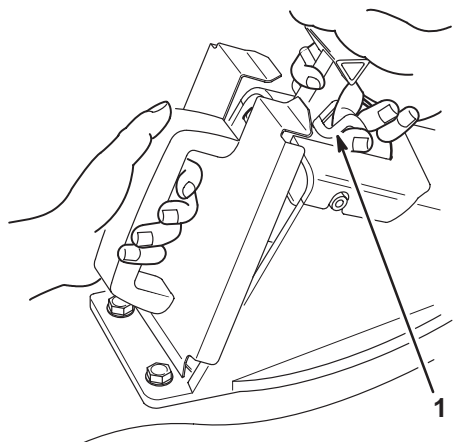
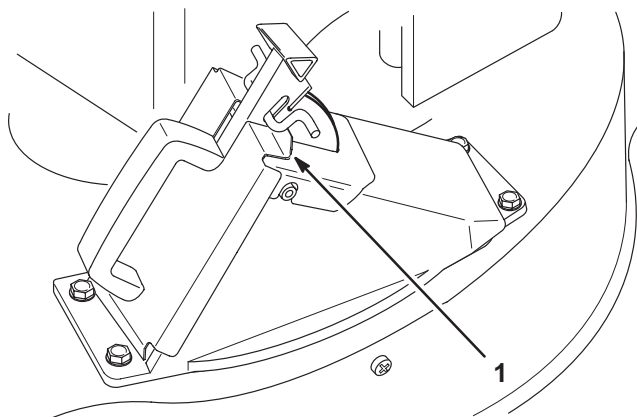

Figure 33
Figure 34
- Insérer d'abord le bas de l'obturateur dans l'ouverture du conduit d'éjection (Fig. 33).
- Soulever la tige de verrouillage de la poignée du volet (Fig. 33). Enfoncer à fond le haut de l'obturateur tout en ramenant la poignée du volet vers l'arrière. Lâcher la tige de verrouillage et la laisser s'accrocher sur les pattes de l'obturateur (Fig. 34).